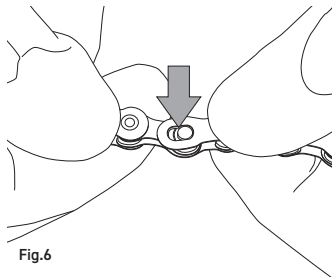

Fig.6
- Introduzca los pasadores en la zona de mayor diámetro de las ranuras del C-Link™ (Fig. 6).